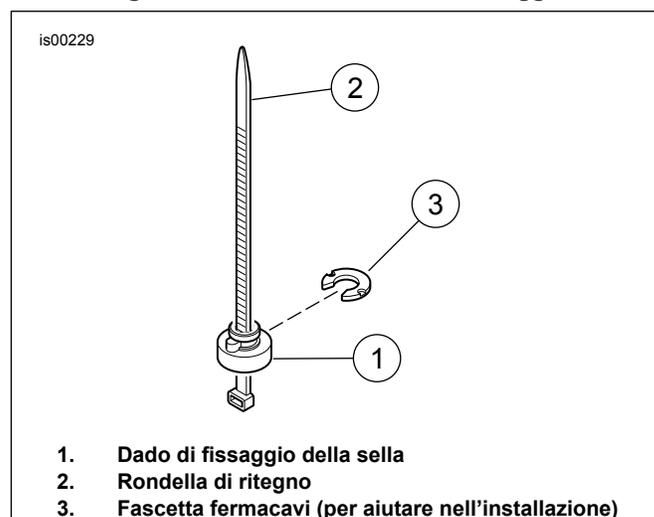
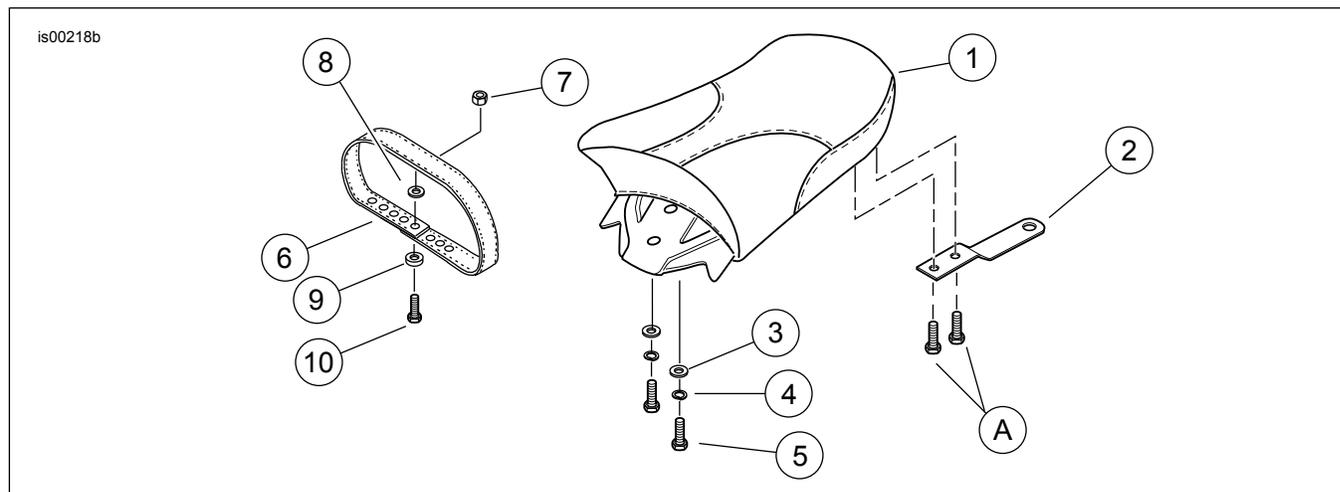

Figura 2. Installazione del dado di fissaggio
Figura 5. Parti di ricambio: Sellino del passeggero modelli Dyna
Vedere Figura 5 e Tabella 1.
1. Vedere Figura 2. Per agevolare la rimozione e l'installazione del dado di fissaggio e della rondella è possibile usare una fascetta fermacavi. Collocare il dado di fissaggio (1) sulla fascetta fermacavi (3) in modo che l'estremità larga del dado poggi sull'occhiello della fascetta. Passare la fascetta fermacavi in alto sotto il parafango e attraverso il foro più arretrato sul parafango. Tirare la fascetta fermacavi verso l'alto per tenere il dado stretto contro il lato inferiore del parafango.
2. Con la nervatura del dado di fissaggio inserita nella scanalatura del foro nel parafango, far scorrere al suo posto la rondella di ritegno (2) dalla parte posteriore. Questo bloccherà al suo posto il dado di fissaggio. Rimuovere la fascetta fermacavi.
3. Vedere Figura 5. Prendere dal kit la cinghia di appiglio (6), la vite flangiata (10), il dado di fissaggio (9), la rondella (8) e il dado esagonale (7). Se sul veicolo è installata una cinghia di appiglio, passare al punto 5.
6. Vedere Figura 5. Installare la staffa di serie della sella (2) al sellino con le viti di serie (A).
7. Fissare il sellino del passeggero al fondo della sella monoposto con viti (5), rondelle di sicurezza (4) e rondelle piatte (3). Serrare le viti a fondo.